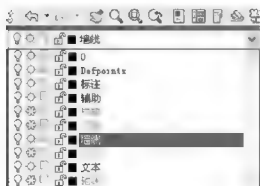
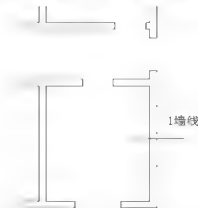

图 2.121 冻结部分图层
图 2.122 选择要编辑的 1 端线
(1) 将【楼梯】、【门窗】、【室外】和【轴线】图层冻结, 如图 2.121 所示。
(2) 选择菜单栏中的【修改】|【对象】|【多段线】命令, 或在命令行输入“Pc”并按 Enter 键, 启动【多段线】编辑命令。
① 在选择多段线或[多条(M)]: 提示下, 选择如图 2.122 所示的 1 端线, 此时该墙线变虚。